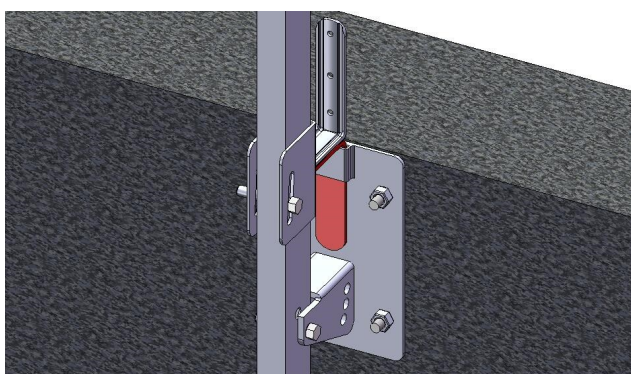

fig. 7
- Nel caso il montante sia applicato su una superficie verticale si raccomanda di inserire correttamente la staffa ad L in piatto all'interno dell'apposita fessura presente sulla piastra (fig. 7 a pag. 9);